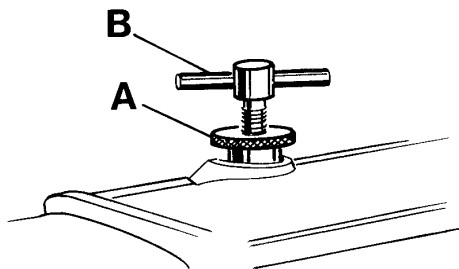

Fig. 21
Rotate handwheel until the lower feed dog is below the throat plate. Loosen knurled nut (A, Fig. 21) and turn out T-screw (B) until it does not exert any pressure on the leaf springs. In this position, the pressure exerted on the presser foot should be so strong that the presser foot bottom rest squarely on the throat plate.
Drehen Sie am Handrad bis der untere Transporteur unter der Stichplatte steht. Lösen Sie die Rändelmutter (A, Fig. 21) und drehen Sie die Knebelschraube (B) soweit heraus, daß sie nicht mehr auf die Blattfedern drückt. In dieser Stellung soll der Druck auf den Drückfuß so stark sein, daß die Drückfußsohle flach auf der Stichplatte aufliegt.
Now turn in T-screw (B, Fig. 21) until the necessary presser foot pressure for proper feeding is exerted (determine by sewing tests). Secure this setting with the knurled nut (A) which simultaneously fastens the upper arm cover. Remount the face cover and the finger guard.
Nun drehen Sie die Knebelschraube (B, Fig. 21) soweit ein, daß der zum einwandfreien Transport notwendige Drückerfußdruck erzeugt wird (durch Nähversuche ermitteln). Sichern Sie diese Einstellung mit der Rändelmutter (A), mit der gleichzeitig der obere Armdeckel befestigt wird. Montieren Sie den Stirndeckel und den Fingerschutz wieder.